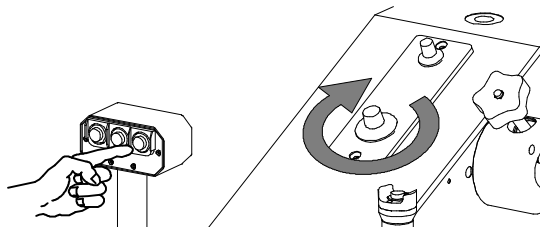

Fig. 14
e) O botão nº 3 (Fig. 14), à direita do quadro, é usado no caso de corte de materiais que apresentam particulares dificuldades de corte com o emprego de utensílios com um desenvolvimento linear grande. É possível além disto incrementar de modo gradual o seu valor por meio do potenciômetro indicado na figura até atingir a máxima potência da máquina.